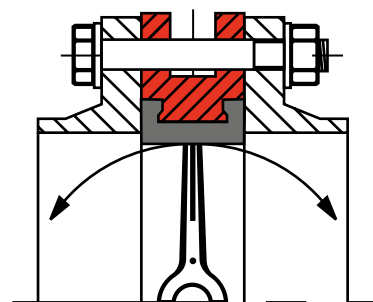

Рис. 2 (неправильно)
- В случае использования фланцев с внутренним диаметром больше номинального диаметра затвора фланцы не будут полностью закрывать седловое уплотнение, что может привести к повреждению и деформации седлового уплотнения (Рис. 2).